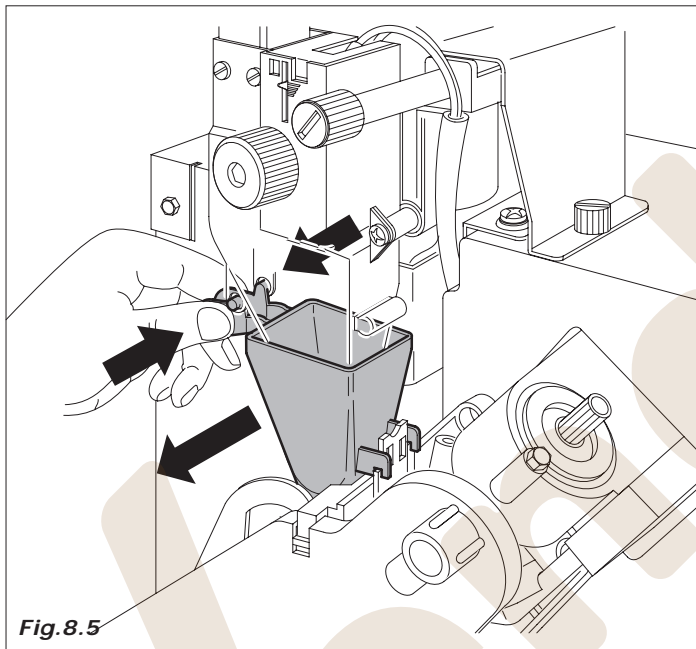

Fig.8.5
- rampa y embudo de café (Fig.8.5)